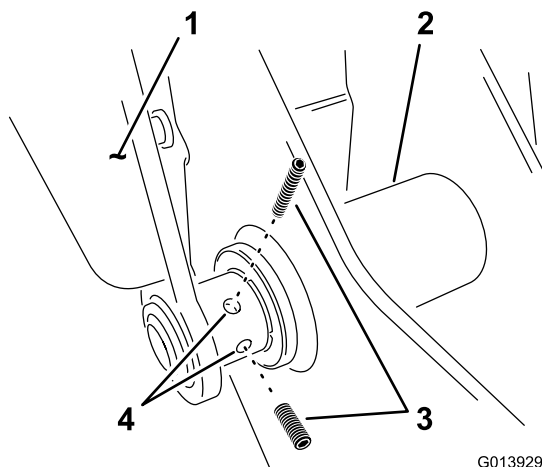

Рисунок 9
- I. Установите зажимной винт в левый рычаг в нижней точке шарнира (Рисунок 9). Не затягивайте на данном этапе, чтобы иметь возможность отрегулировать систему люльки.